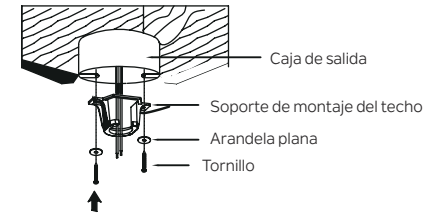

Figura 5
**Paso 1.** Antes de conectar el ventilador a la caja de salida (no incluida), asegúrese de que la caja de salida esté bien sujeta a al menos dos puntos de un miembro estructural del techo (una caja suelta hará que el ventilador oscile). Pase los cables de suministro de 120 voltios desde la caja de salida del techo a través del centro del soporte de montaje del techo. Instale el soporte de montaje en la caja de salida en el techo usando los tornillos y las arandelas incluidos con la caja de salida. (Figura 5)